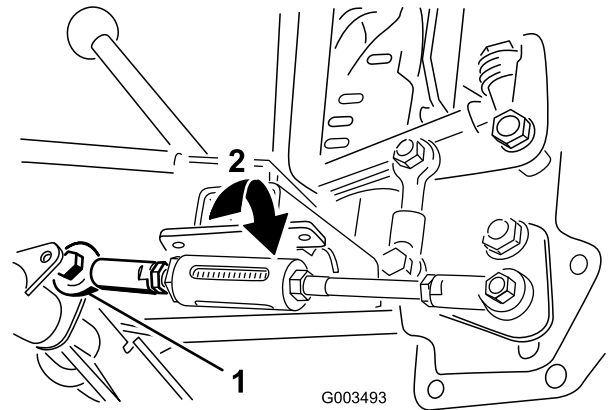

Figura 20
3. Strângeți contrapiuliile care fixează tija arcului până când se poate observa $\frac{1}{4}$ până la $\frac{1}{2}$ " (6 mm până la 13 mm) din filet, pentru a aplica tensiunea arcului (Figura 20).